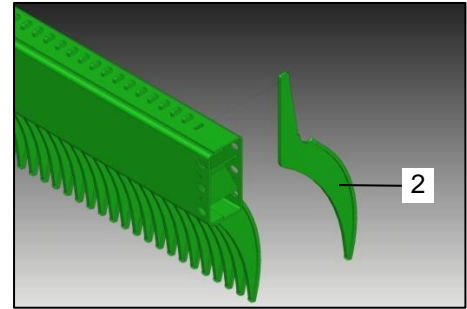

Bild 121: Abstreifer
- Prüfen Sie nach jeder Saison die Zinken Segmente (Bild 121 / Pos. 1) des Rotors.
- Verschlissene Zinken Segmente (Bild 121 / Pos. 1) müssen ausgetauscht werden.